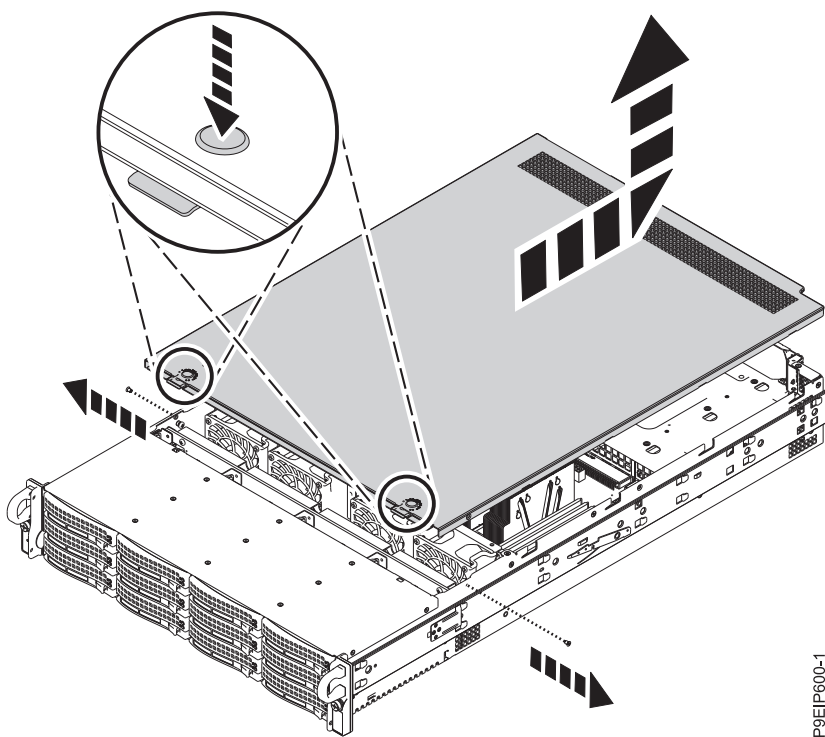

図 67. カバーを解放して開く
3. トップ・カバーの両方のボタンを押してラッチを解放し (図 67 を参照)、カバーが止まるまで約 1 cm 後方に押します。 ボタンを簡単に押し込めない場合は、ボタンの真下のドライブを部分的に取り外します。